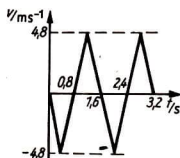

Bild 14
- 2.28 Das im Bild 14 dargestellte Diagramm stellt eine geradlinige Bewegung eines Maschinenteils dar, das als Massenpunkt aufgefaßt werden kann. Zum Zeitpunkt Null befindet sich der Punkt bei  $+0,96$  m. Entwickeln Sie daraus das  $a, t$ - und das  $x, t$ -Diagramm.